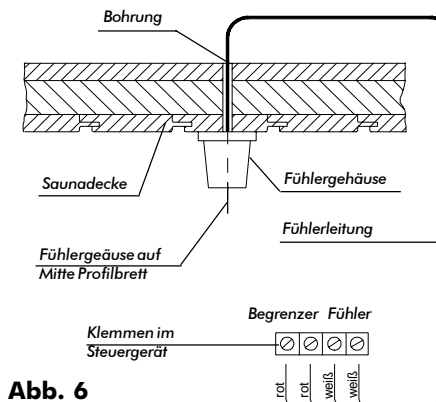
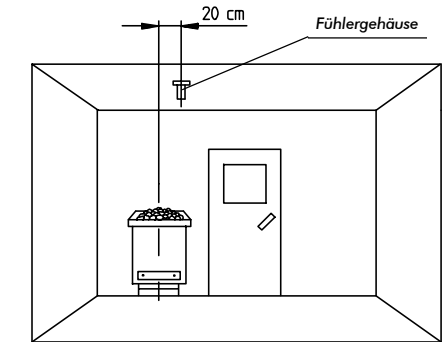

Abb. 6
Abb. 7
2. Elektrische Installationen (siehe Abb. 6)
Das Fühlergehäuse wird in den Saunakabinen bis zu der Größe 2,0 x 2,0 m gemäß Abb. 7 und 8 und in den größeren Kabinen gemäß Abb. 7 und 9 montiert. Hierzu mittig über der der Kabinentür zugekehrten freien Luftaustrittsöffnung des Ofens in die Sauna-decke ein Loch in der Mitte eines Profilbrettes bohren, siehe Abb. 6. Die Fühlerkabel soweit durch das gebohrte Loch führen, daß die Fühlerplatine unter der Decke hängen bleibt. Die Fühlerleitungen nach Schaltplan anschließen. Die roten Kabel müssen im Steuergerät an den Klemmen mit der Bezeichnung "Fühler" und die